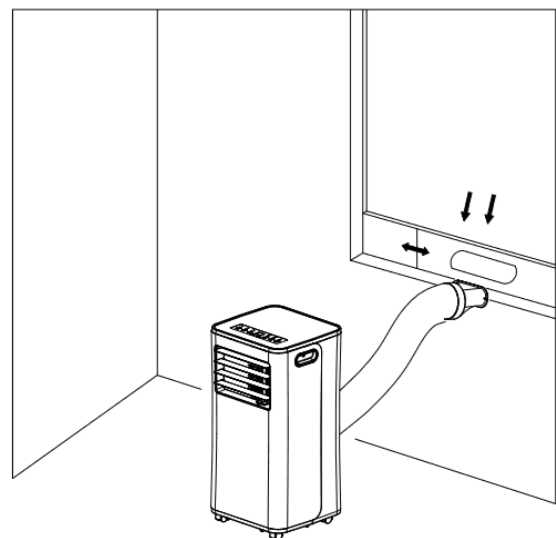

Afbeelding 4
3) Plaats de mobiele airconditioner met gemonteerde luchtafvoerslang en raam afdichtplaat met een afstand tussen het apparaat en wanden of andere objecten van tenminste 50 cm. (als getoond in Afb. 4).